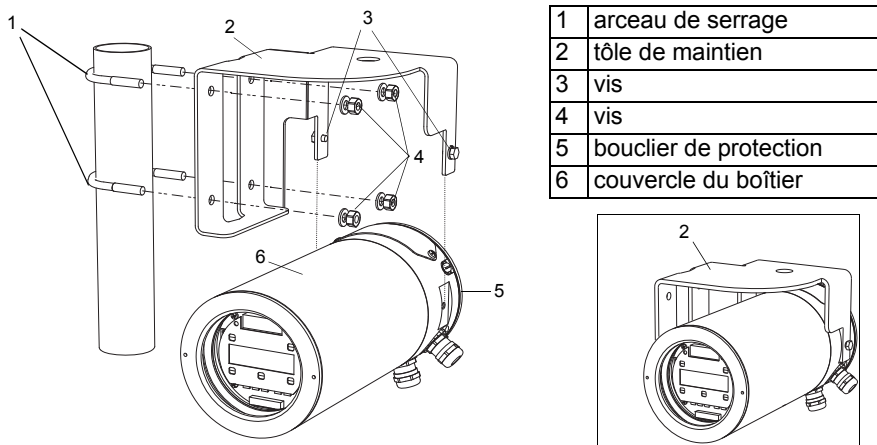

Fig. 7.1: Support de montage sur conduite
- Fixez la tôle de maintien (2) au mur avec les 4 vis (4) (voir Fig. 7.1).
- Fixez le transmetteur avec les 2 vis (3) à la tôle de maintien (2).
- Positionnez les arceaux de serrage (1) sur la conduite (voir Fig. 7.1).
- Fixez la tôle de maintien (2) avec les 4 vis (4) aux arceaux de serrage.